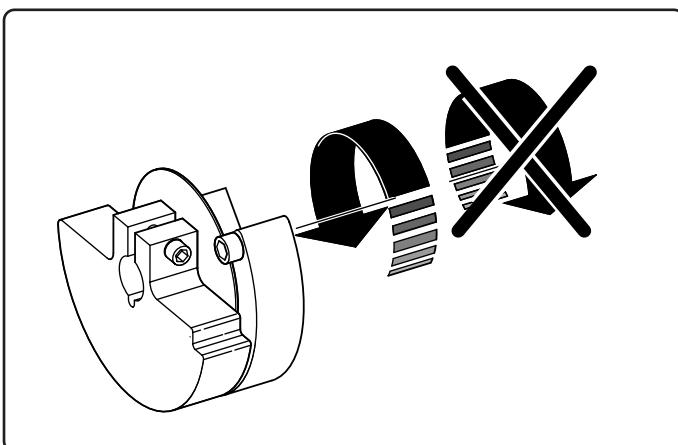

Fig. 22
- Per consentire l'esatta regolazione delle masse i motovibratori sono dotati di un sistema brevettato che impedisce di ruotare la massa regolabile nel senso sbagliato (Fig. 22).
- To allow the weights to be precisely regulated, the electric vibrators have a patented system that prevents the adjustable weight from turning in the wrong direction (Fig. 22).
- Pour permettre le réglage exact des masses les motovibrateurs sont dotés d'un schéma breveté qui empêche la masse réglable de tourner dans le mauvais sens (Fig. 22).
- Um die genaue Einstellung der Fluchtmassen zu gestatten, sind die Unwuchtmotoren mit einem patentierten System ausgestattet, welches die Rotation der einstellbaren Fluchtmassen in der falschen Richtung verhindert (Abb. 22).
- Para permitir la exacta regulación de las masas los motovibradores están equipados con un sistema patentado que impide de girar la masa regulable en el sentido erróneo (Fig. 22).